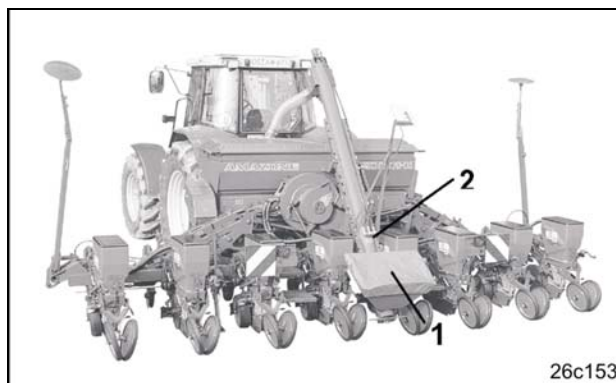

Fig. 155
- Afdekzeil (Fig. 155/1) van de vultrechter verwijderen.
- Driewegkraan (Fig. 155/2) omschakelen en daarmee de aandrijving van de vijzel inschakelen.
- Aandrijving van de overlaadvijzel met de driewegkraan (Fig. 155/2) uitschakelen.